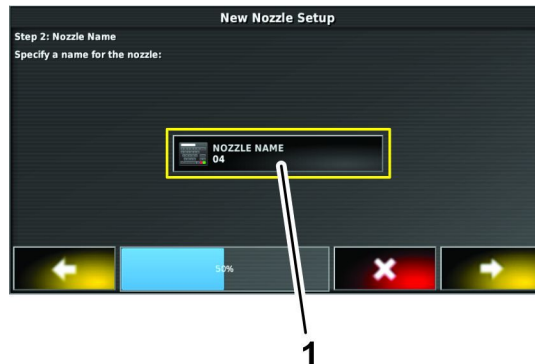

Bild 78
6. Tippen Sie auf das Symbol NOZZLE NAME (Bild 78).